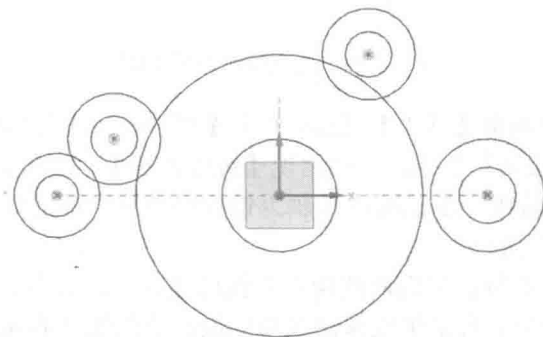

图 1-2-17 隐藏尺寸约束后效果
(9) 隐藏尺寸约束。用光标依次选择所有尺寸约束, 再选择菜单中的【编辑】(Edit) | 【显示和隐藏】(Show and Hide) | 【隐藏】(Hide) 命令, 或单击【实用工具】工具条中的 (隐藏) 按钮, 将尺寸约束隐藏起来, 如图 1-2-17 所示。